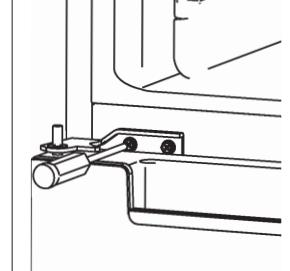

Abb. 14
- ▶ Schrauben Sie das untere Scharnier (8) mit den beiden Halterungsschrauben fest.
- ▶ Schrauben Sie die Gerätefüße (9) ein.
- ▶ Richten Sie das Gerät wieder auf. Richten Sie es dann durch Ein- oder Herausdrehen der Gerätefüße (9) waagerecht aus.
- ▶ Setzen Sie nun die Gefrierraumtür (7) auf das untere Scharnier (8), indem Sie die Aussparung unten an der Gefrierraumtür (7) auf dem Zapfen platzieren.
- ▶ Halten Sie die Gefrierraumtür (7) geschlossen.
- ▶ Versetzen Sie das mittlere Scharnier (6) auf die linke Seite.
- ▶ Stecken Sie zwei Unterlegscheiben auf den Zapfen des mittleren Scharniers und setzen Sie den Zapfen in die Gefrierraumtür (7).
- ▶ Befestigen Sie das mittlere Scharnier (6) mit den beiden Schrauben und einem Kreuzschlitzschraubendreher (Abb. 14).